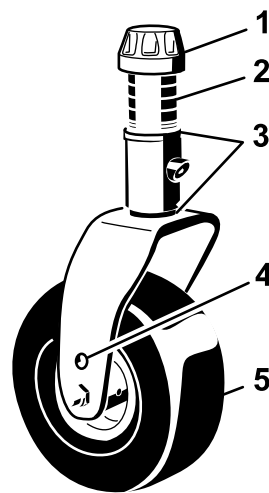
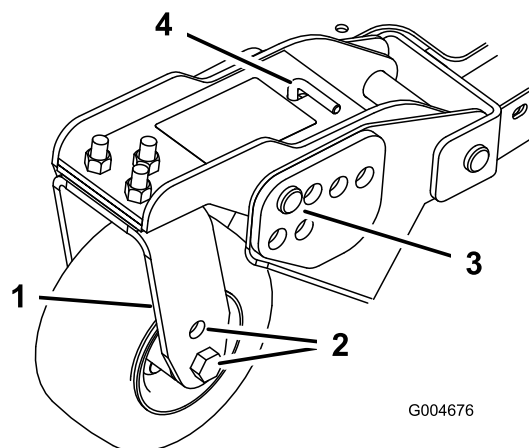
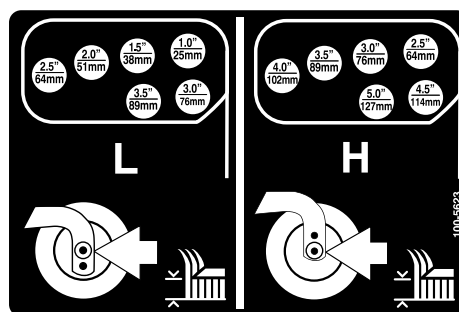

Рисунок 21
Рисунок 23
Рисунок 24
1. Поместите оси поворотных колес в одинаковые отверстия во всех вилках поворотных колес (Рисунок 21 и Рисунок 23).
2. Снимите колпачковую гайку с вала шпинделя и извлеките шпindelь из рычага поворотного колеса (Рисунок 21).
- Извлеките игольчатые шплинты и шплинтуемые штифты из рычагов поворотных колес (Рисунок 23).
- Поверните натяжную тягу, чтобы поднять или опустить поворотный рычаг до совмещения отверстий с выбранными отверстиями кронштейна высоты скашивания в раме деки газонокосилки (Рисунок 23 и Рисунок 24).